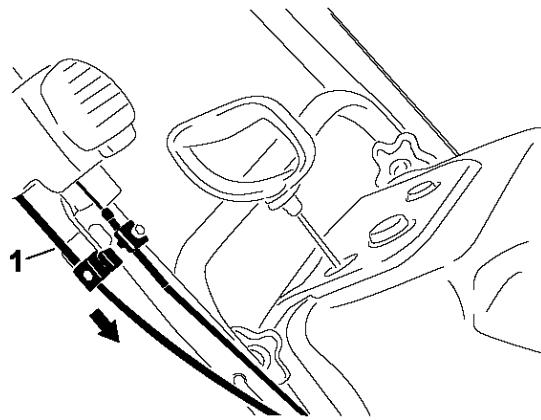

Рисунок 35
4. Удерживайте желоб в ровном положении, тяните кабель вниз, пока не устраниете провисание. Надежно затяните винт на крепеже нижнего троса (Рис. 35)